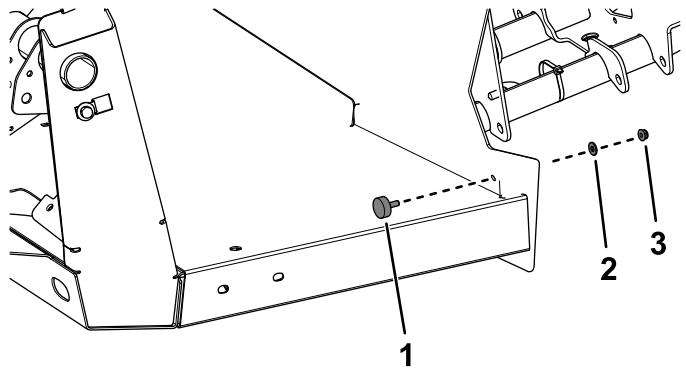

Figura 24
5. Instale un tope de goma con una arandela y una tuerca con arandela prensada ($\frac{1}{4}$ ") a cada lado (Figura 24).